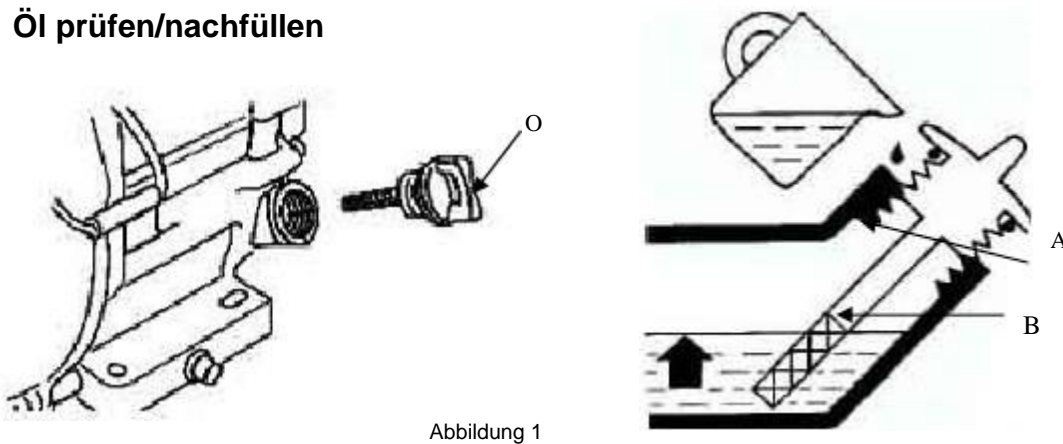

Abbildung 1
1. Entfernen Sie den Ölmesstab (O) und wischen Sie ihn mit einem sauberen Tuch ab (Abbildung 1).
3. Entfernen Sie den Ölmesstab und prüfen Sie den Ölstand. Vergewissern Sie sich, dass das Öl an der FULL-Markierung (B) am Messstab steht.
4. Um Öl nachzufüllen, gießen Sie das Öl langsam in die Motoröleinfüllung (A). **Nicht überfüllen.** Warten Sie nach dem Nachfüllen von Öl eine Minute und prüfen Sie dann erneut den Ölstand.